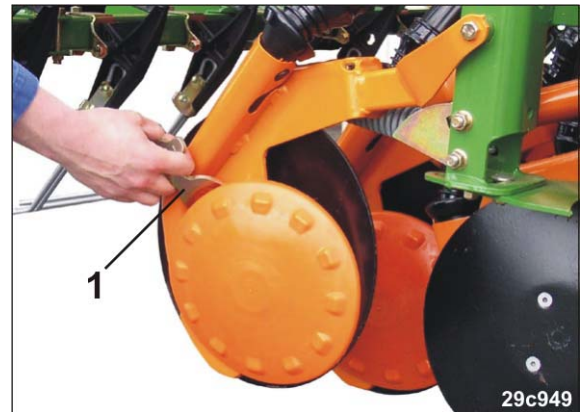

Fig. 168
1. Den Griff (Fig. 168/1) in eine der 3 Stellungen einrasten.